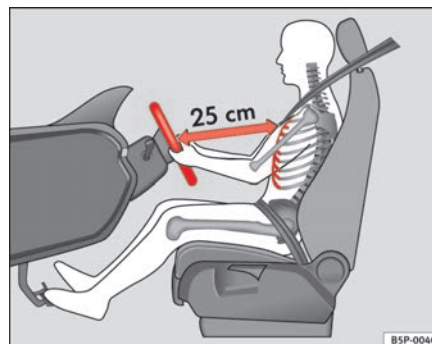

Fig. 136 Posición correcta del conductor
- Ajuste el volante hasta alcanzar la posición deseada ⇒ fig. 136.
- Ajuste el asiento del conductor o el volante de modo que quede una distancia mínima de 25 cm entre el volante y el tórax ⇒ **página 173, fig. 136**. ¡Si no respeta la distancia mínima, el airbag no le protegerá adecuadamente y corre peligro de muerte!